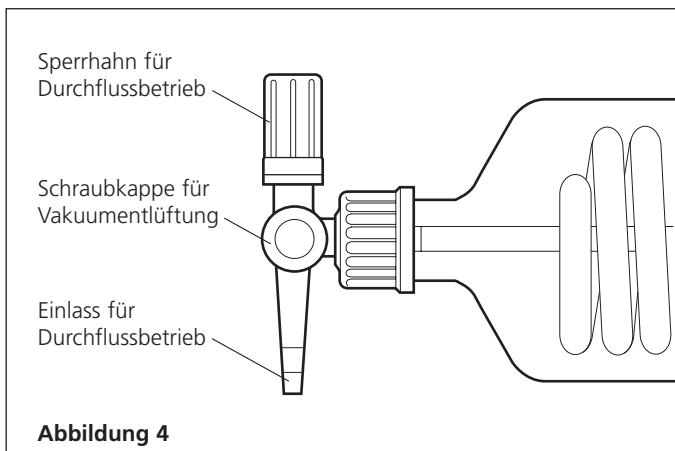

Abbildung 4
11. Den Auffangkolben (5) in Stellung halten und mit der Rundklammer (7) befestigen.
12. Den Rotationskolben (4) auf das Ende des Brüdenrohrs aufsetzen und mit der Schliffklemme (2) befestigen.
13. Die graue Kunststoffkappe vom dünnen Ende des Kühlers entfernen und auf den Vakuum-Zuführungs-/Entlüftungsadapter (3) aufschrauben (siehe Abb.4).
14. Den PTFE-Schlauch durch den Kühler und das Brüdenrohr führen, so dass sich das Schlauchende im Rotationskolben befindet. Bei den Modellen RE301 und RE302 muss der PTFE-Schlauch u. U. gekürzt werden, damit er in die Florentiner Flasche passt (siehe Abb.4).
- a) Den Rotationskolben (4) vom Brüdenrohr (8) abnehmen und mit der zu verdampfenden Flüssigkeit auffüllen. Der Kolben darf niemals mehr als zur Hälfte gefüllt werden. Den Kolben mit der Klemme (2) auf dem konischen Anschluss befestigen.
- b) Den Zufuhr-/Entlüftungsadapter kontrollieren (3) und darauf achten, dass sowohl der Absperrhahn, als auch die Schraubkappe zur Vakumentlüftung verschlossen sind (siehe Abb. 4).